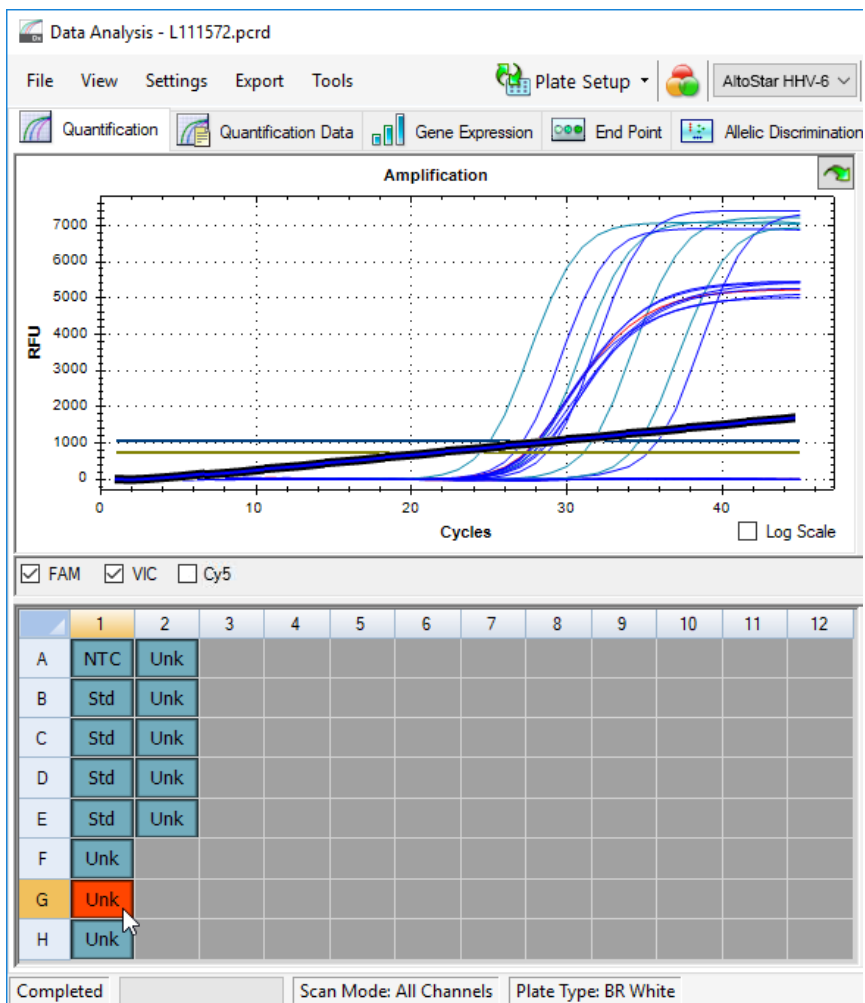

Figura 6: Janela Data Analysis (Análise de Dados): sinal PCR irregular
2. Identifique os poços com sinais PCR irregulares (aumento de sinal linear, picos de sinal, etc.) em qualquer um dos canais de detecção FAM™ (alvo de HHV-6A), VIC™ (IC) ou Cy5 (alvo de HHV-6B) (consulte a figura 6).